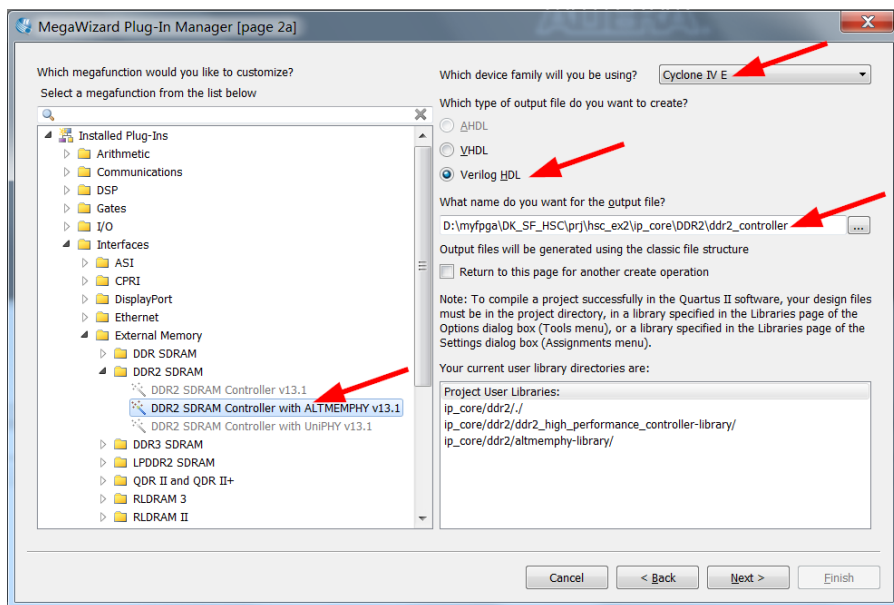

图 9 DDR2 IP 核创建向导
- ① 在新建的工程中，点击菜单“Tools→MegaWizard Plug-In Manager”。
- ② 在弹出的选项卡中选择“Creat a new custom megafunction variation”，然后点击“Next”。
- ③ 接着接着选择我们所需要的 IP 核，如图 9 所示进行设置。